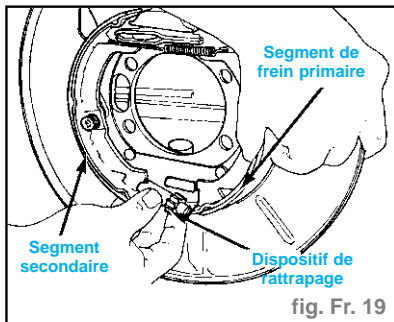

fig. Fr. 19
- Déposer le dispositif de rattrapage des segments (fig. Fr. 19).
- Poser le dispositif de rattrapage entre les segments primaire et secondaire (fig. Fr. 19).